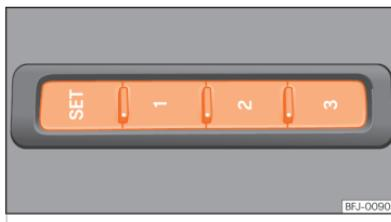

Fig. 79 No lado exterior do banco do condutor: botões de memória.
- Pressione o botão **SET** durante mais de 1 segundo **»» Fig. 79**.